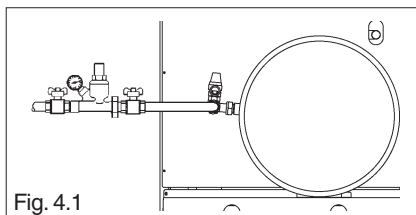

Fig. 4.1
- aprire i rubinetti dell'impianto idrico (fig. 4.1);